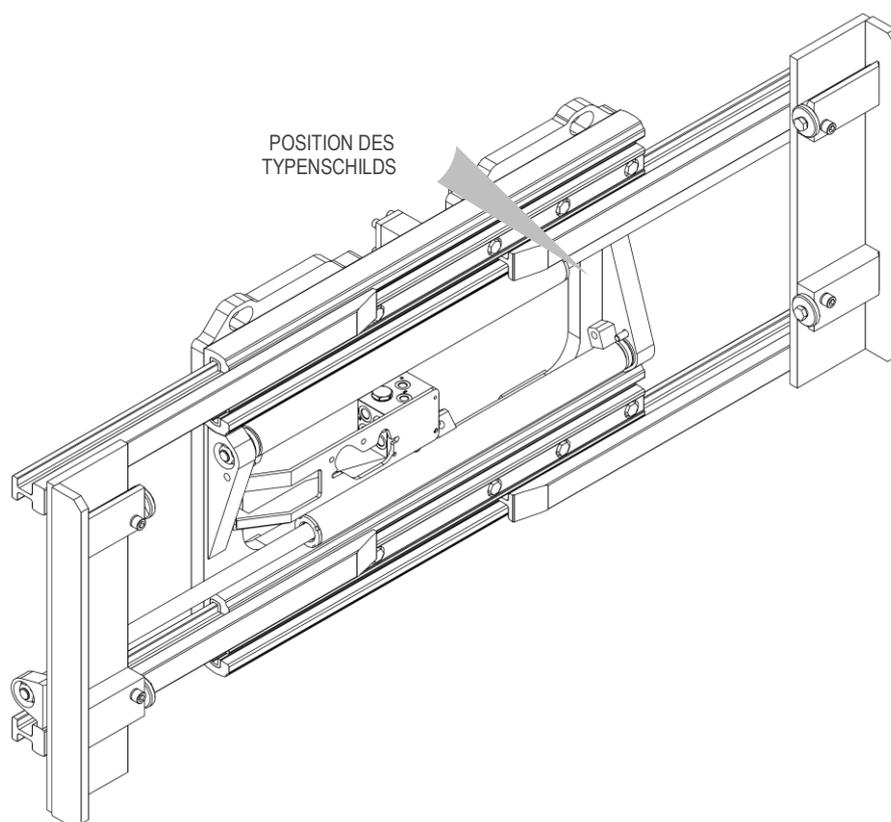

Abbildung 1
Alle Anbaugeräte A.T.I.B. – ZINKENVERSTELLGERÄT MIT GROßEM ÖFFNUNGSBEREICH TYP 883 sind mittels eines Klebetypenschilds gekennzeichnet (siehe *Tabelle 1*), welches am Gerät angebracht ist (siehe *Abbildung 1*). Bitte beziehen Sie sich immer auf die Seriennummer.
5. Zum Handling verwenden Sie Hebebänder oder Hubketten, die entsprechend dem auf dem Typenschild angegebenen Gewicht des Anbaugeräts dimensioniert sind (siehe *Abbildung 1* und *Tabelle 1* auf Seite 6).
10. Schließen Sie den Hydraulikkreislauf an und stellen Sie sicher, dass der Betriebsdruck der Schläuche größer oder gleich dem auf dem Typenschild angegebenen Wert ist (siehe *Abbildung 1* und *Tabelle 1* auf Seite 6).
6. Zum Handling verwenden Sie Hebebänder oder Hubketten, die entsprechend dem auf dem Typenschild angegebenen Gewicht des Anbaugeräts dimensioniert sind (siehe *Abbildung 1* und *Tabelle 1* auf Seite 6).